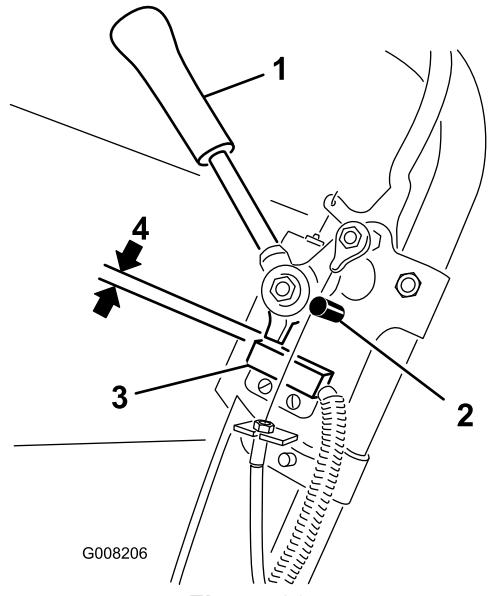

Figura 26
1. Certifique-se de que o motor está desligado e que a alavancade tracção está desengatada e colocada na paragem neutra (Figura 26).
2. Desaperte as juntas de montagem do interruptor de segurança (Figura 26).
3. Coloque uma cunha de 0,8 mm entre a alavancade tracção e o interruptor de segurança (Figura 26).